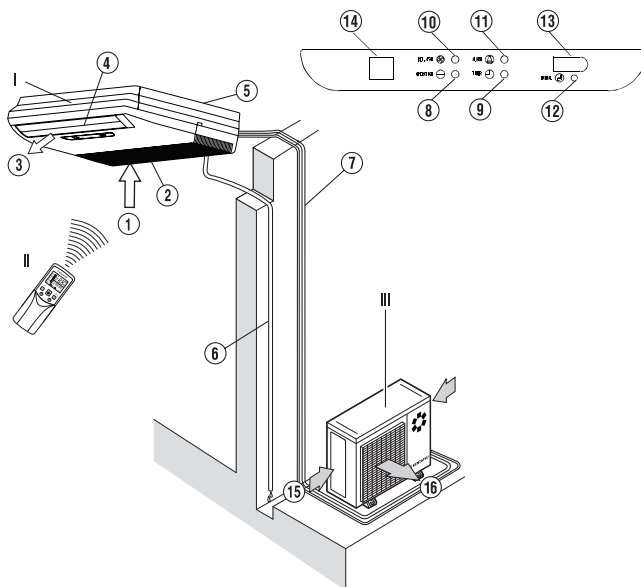

Рис.1
- На рис.1 схематично изображен кондиционер для пояснения проводимых с ним работ. Его реальный внешний вид может незначительно отличаться.